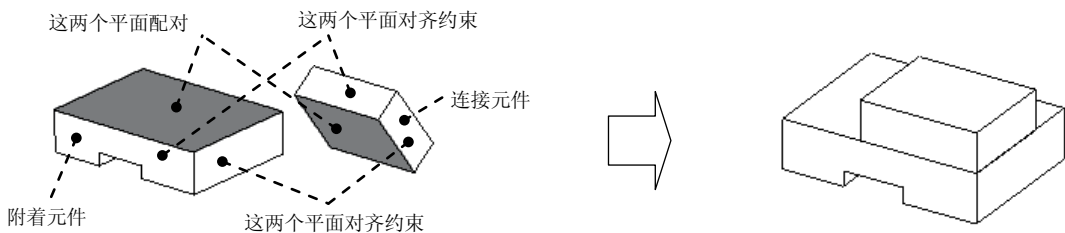

图 12.2.8 刚性（Rigid）接头
刚性接头如图 12.2.8 所示，它在改变底层主体定义时将两个元件粘接在一起。在这种类型的接头中，连接元件和附着元件间没有任何相对运动，它们构成一个单一的主体。
Step3. 创建刚性接头。在约束集选项列表中选取  **刚性** 选项，此时系统弹出装配操控板，单击操控板菜单中的 **放置** 按钮，定义“配对”约束。分别选取图 12.2.8 中的两个平面。
(1) 定义“对齐”约束。选取图 12.2.8 中的两个要对齐的表面。
(2) 定义“对齐”约束。选取图 12.2.8 中的另外两个要对齐的表面。